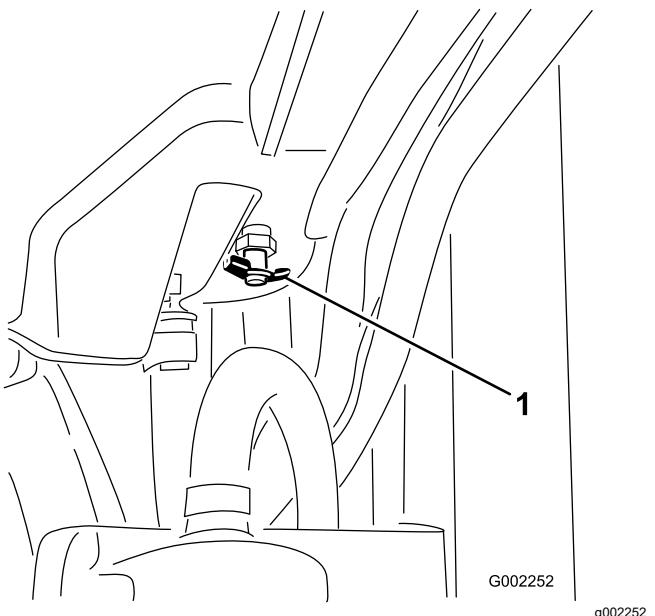

Figura 92
5. Feche a válvula de drenagem (Figura 92).
4. Abra a válvula de drenagem e deixe escorrer o líquido de arrefecimento para o recipiente (Figura 92).